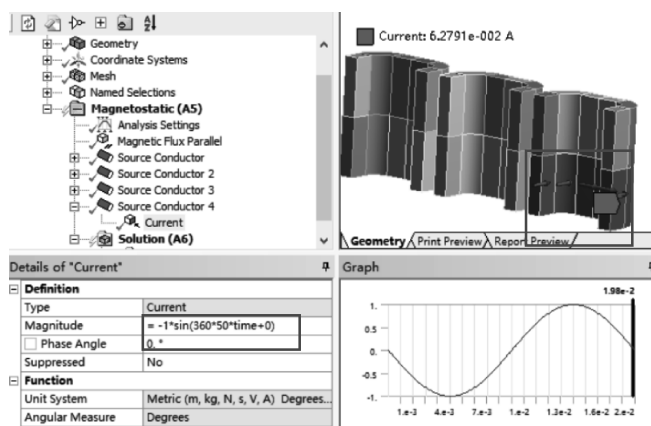

图 10-29 为第一组余下铜线圈施加激励源导体
(8) 在标准工具栏中单击 ，然后选择第一组线圈的 107、108、109、110、111、112 模型，接着在环境工具栏中单击【Source Conductor】→【Details of “Source Conductor4”】→【Definition】→【Conductor Type】= Stranded，【Number of Turns】输入 5，【Conducting Area】= 0.001。右键单击【Source Conductor】→【Insert】→【Current】→【Details of “Current”】→【Definition】→【Magnitude】= Function，继续输入函数 $-1 * \sin(360 * 50 * \text{time} + 0)$ ，如图 10-29 所示。
(9) 在标准工具栏中单击 ，然后选择第二组线圈的 207、208、209、210、211、212 模型，接着在环境工具栏中单击【Source Conductor】→【Details of “Source Conductor5”】→【Definition】→【Conductor Type】= Stranded，【Number of Turns】输入 5，【Conducting Area】=